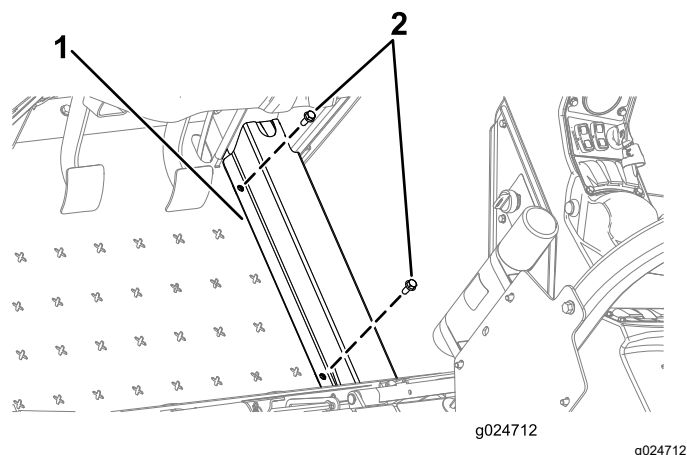
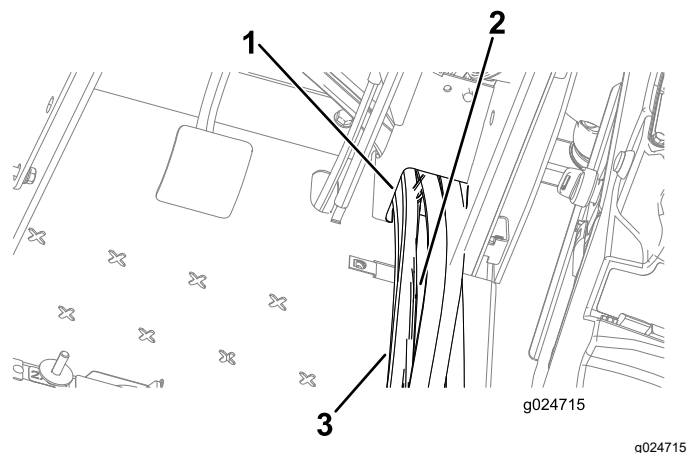

Bild 7
Bild 8
1. Entfernen Sie die zwei Schrauben, mit denen die Schlauchabdeckung an der Maschine befestigt ist, und nehmen Sie die Abdeckung ab (**Bild 7** und **Bild 8**).